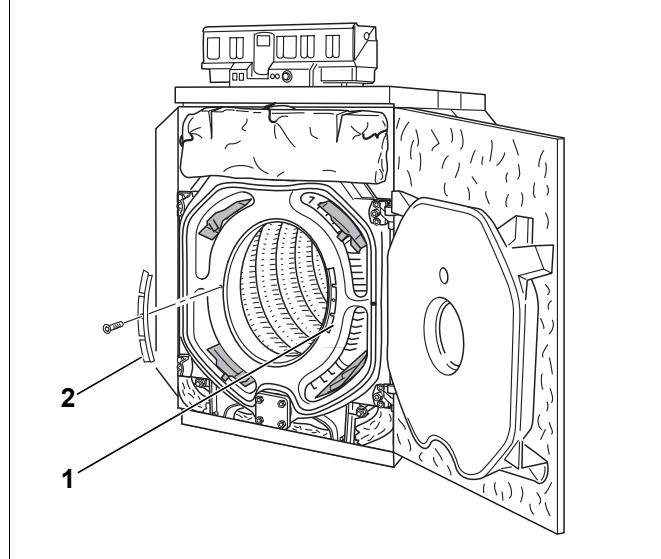
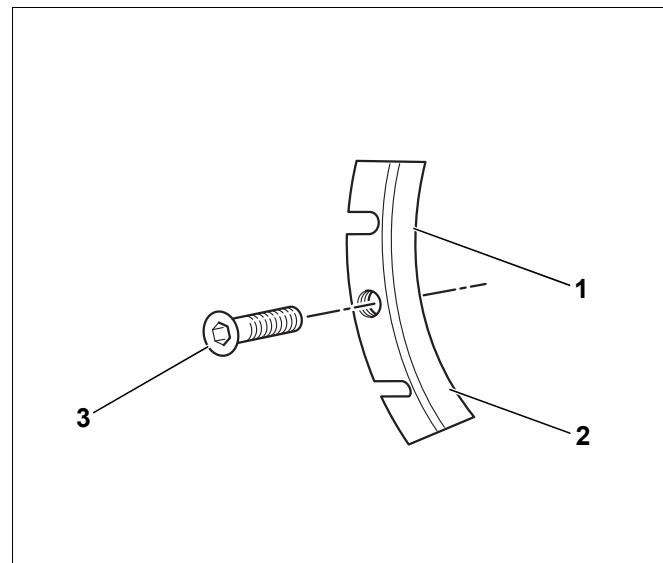

Fig. 68 Posizionamento delle piastre di arresto fumi
Fig. 69 Piastra di arresto fumi
- ▶ Allentare la vite ad esagono cavo sulla piastra di arresto dei fumi e rimuovere le piastre a sinistra e a destra (fig. 68, [1] e [2]).
- ▶ Allentare la vite ad esagono cavo (fig. 69, [3]) sulla piastra di arresto dei fumi e rimuovere le piastre a sinistra e a destra (fig. 68, [1] e [2]).
- ▶ Posizionare la piastra di arresto fumi sopra una base, in modo tale che gli intagli (fig. 69, [1] e [2]) vengano a trovarsi nel vuoto. Smontare, colpendo con un martello, un segmento della piastre di arresto fumi sinistra e destra.